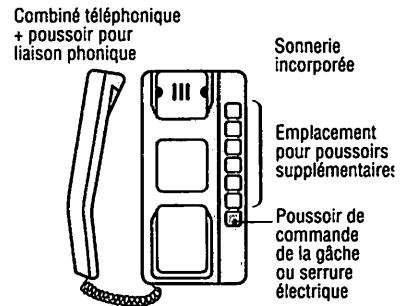

Fig. 15 : Poste intérieur.
- un boîtier intérieur (fig. 15) possédant : un combiné téléphonique, une sonnerie, un bouton-poussoir d'ouverture de porte ;